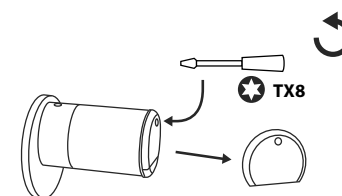

Fig. 2
- ① Com a chave de fendas TX8 fornecida, desaperte o parafuso que se encontra no interior da porta, na parte dianteira do manípulo, e abra a tampa. O parafuso só pode ser desaparafusado até que a tampa seja aberta e não caia. (Fig. 2).